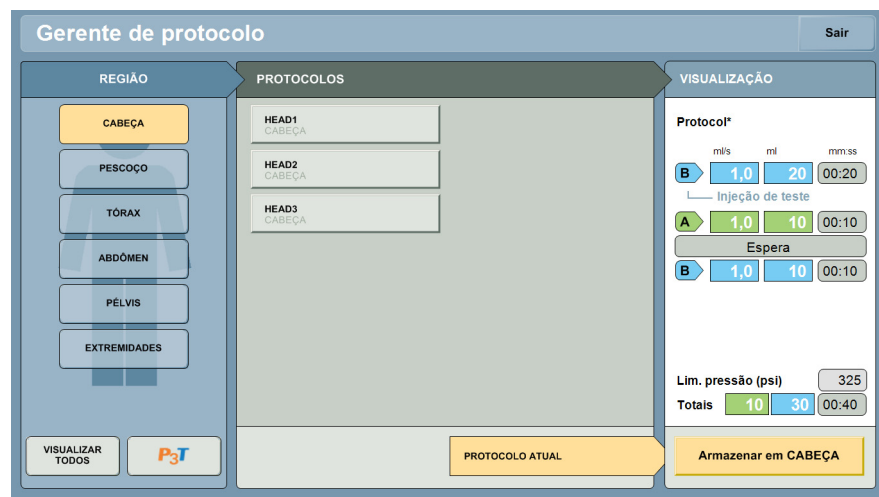

Figura 8 - 4: Gerente de protocolo
2. Em **Área**, selecione a pasta na qual o protocolo será salvo. Consulte Figura 8 - 4: Gerente de protocolo.